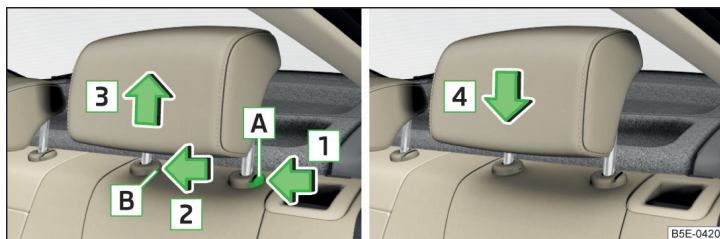

Fig. 71 Scoaterea/introducerea tetierei din spate
- Mențineți butonul de siguranță **A** în sensul săgeții **1**, în același timp (cu o șurubelniță plată cu lățimea de maxim 5 mm), apăsați butonul de siguranță în deschiderea **B** în sensul săgeții **2** și scoateți tetiera în sensul săgeții **3** » fig. 71.